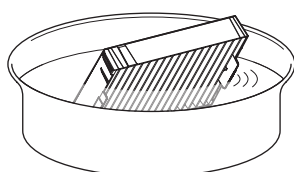

図1
1) エアフィルターカバーを取り外す (図1)
1) エアフィルターユニットを洗淨する (図1)